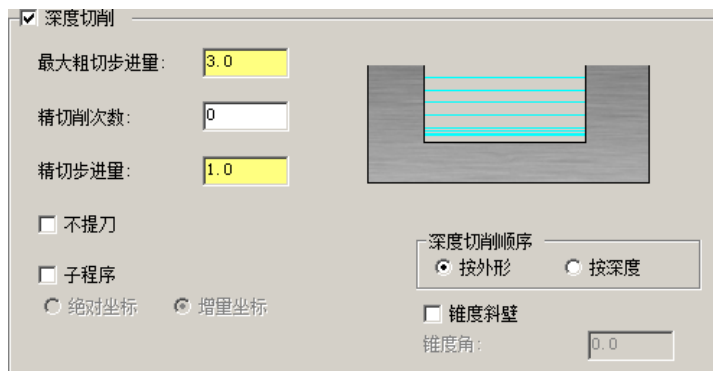

图 4.8.20 “深度切削”设置界面
Step4. 设置深度切削参数。单击**深度切削**节点，切换到深度切削参数界面，设置图 4.8.20 所示的参数。